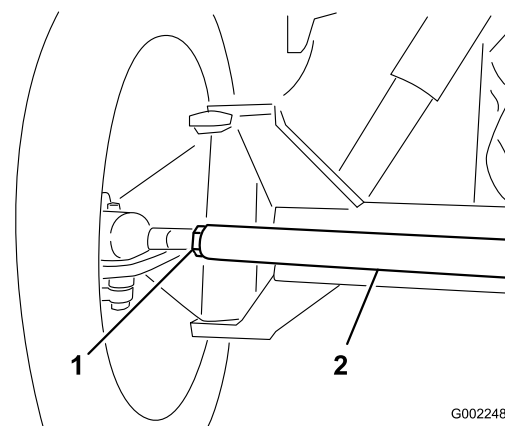

Figura 52
3. Se a medição obtida não corresponder aos valores especificados desaperte as porcas de segurança nas extremidades das barras transversais (Figura 52).